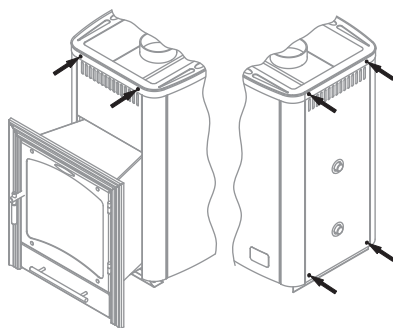

Рисунок 9. Винты для демонтажа конвектора печи.
- 2) Снять конвектор, открутив 6 саморезов (рисунок 9);